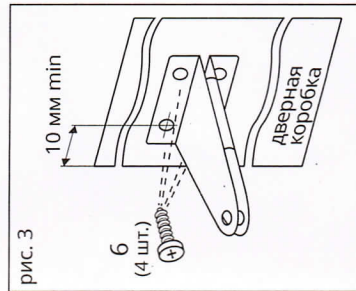

рис. 3
2) Для максимального угла открывания двери установите кронштейн 8 на дверной коробке как можно ближе к дверному полотну (рис. 3) на четыре шурупа 6.